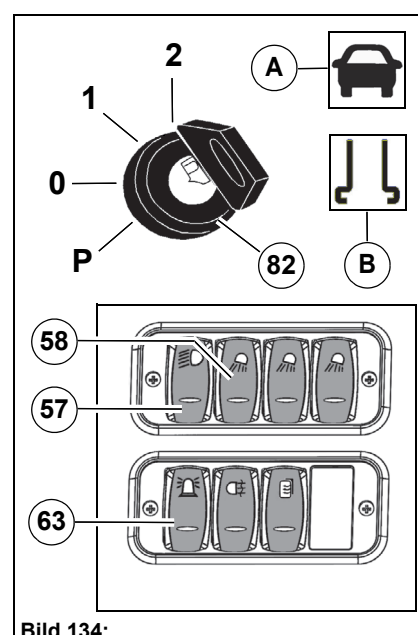

Bild 134:
5. Kör till användningsplatsen. På multifunktionsdisplayen visas informationssymbolen Transportkörläge **Bild 134-B**.